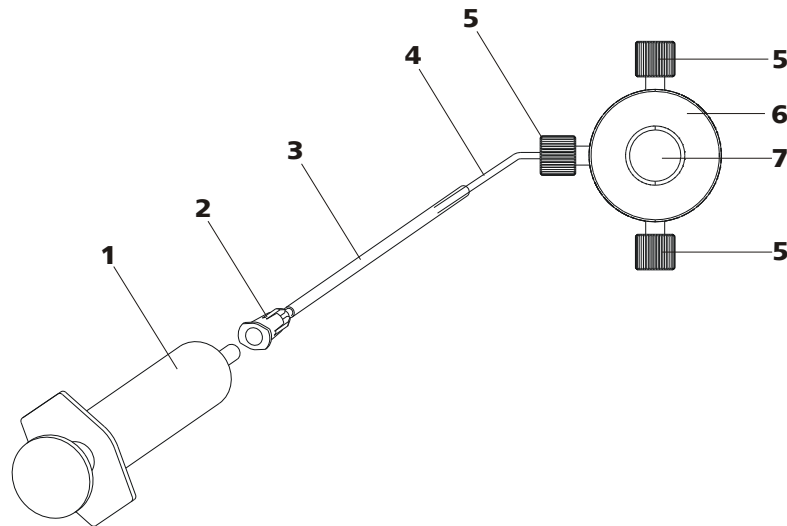

Figura 19 Purga de la bomba de alta presión
Purgue la bomba de alta presión como se indica a continuación (véase *Figura 19, página 37*):
- Inserte la jeringa (19-1) en el conector Luer (19-2) de la cánula de purga (véase Figura 19, página 37).